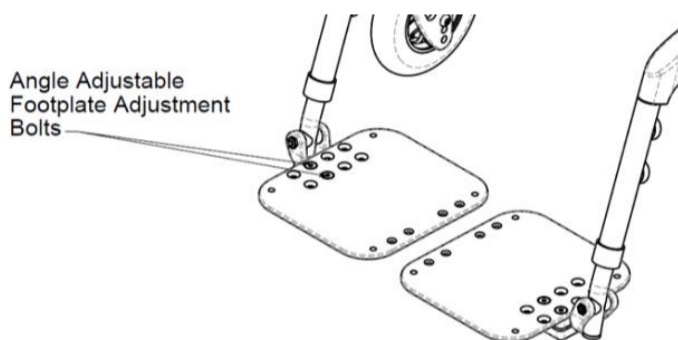

Fig. 15.21 Poggiapiedi regolabile in angolazione
1. Svitare i bulloni di regolazione dei piatti pedana come mostrato nella Fig. 15.21.
1. Rimuovere i bulloni di regolazione dei piatti pedana come mostrato nella Fig. 15.21.
1. Rimuovere i bulloni di regolazione dei poggiapiedi come mostrato (Fig. 15.21)